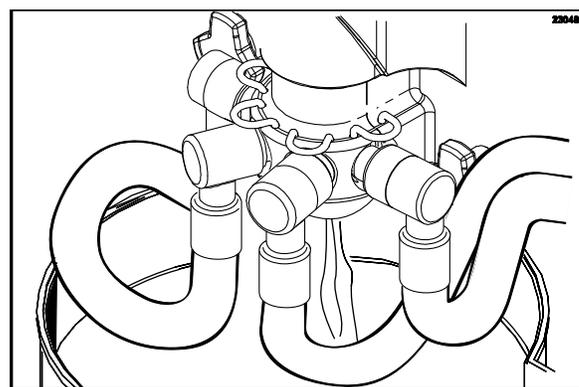

図98
6. 冷凍シリンダーとホッパーからミックスを流し出します(図98を参照)。